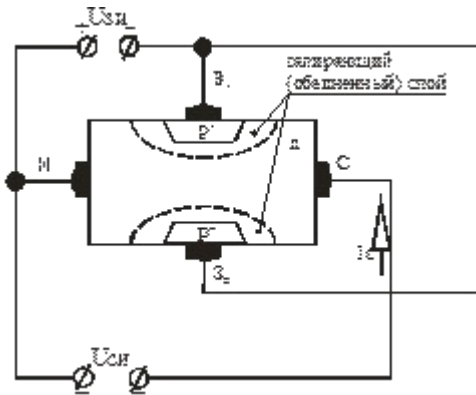

Рис.3.1 Полевой транзистор с каналом n-типа
4. Собрать схемы включения транзистора с ОЭ, ОБ и ОК (рис. 3.1 – 3.3).
Устройство полевого транзистора представлено на рис. 3.1.